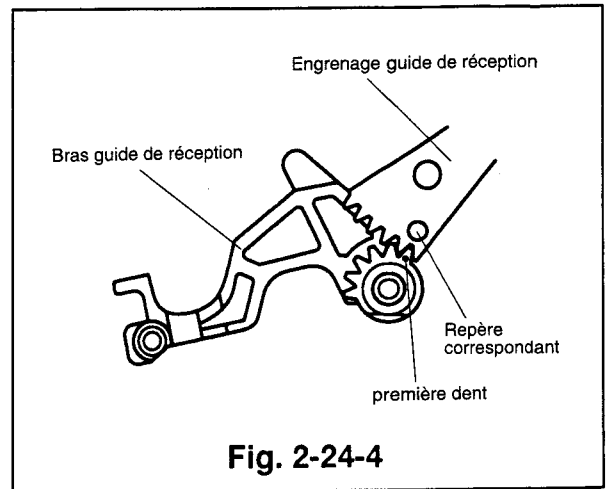

Fig. 2-24-4
- 4) Remonter l'engrenage guide de réception de manière à ce que la première dent du bras-guide de réception soit alignée avec le repère correspondant sur l'engrenage guide de réception, comme illustré dans la Fig. 2-24-4.